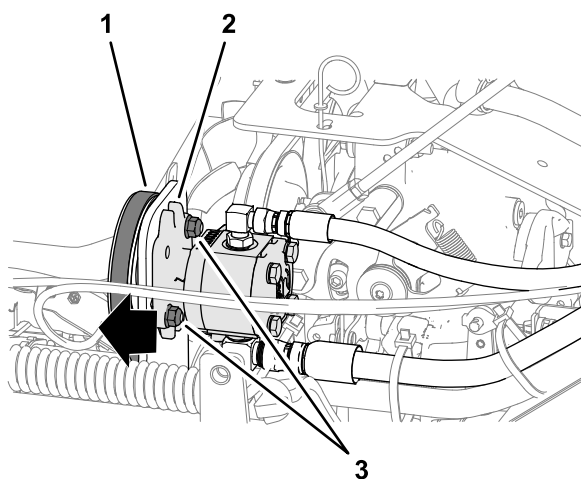

Рисунок 51
вспомогательного оборудования к монтажному кронштейну (Рисунок 51).
4. Сдвиньте насос наружу (Рисунок 51) в пазах и затяните фланцевые контргайки с моментом от 37 до 45 Н·м.